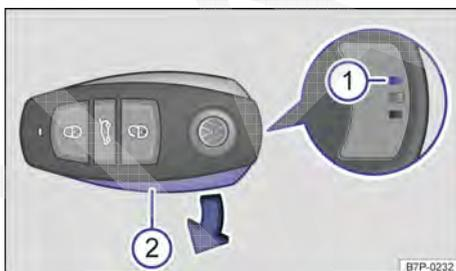
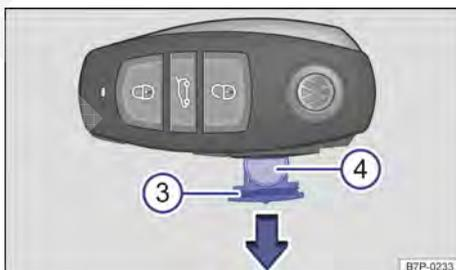

Fig. 69 Chave do veículo: abrir o alojamento da bateria.
Fig. 70 Chave do veículo: trocar célula tipo botão.
Legenda para Fig. 69 e Fig. 70:
- Introduzir um objeto adequado no entalhe esquerdo → Fig. 69 ① no lado de trás da chave do veículo até o batente pressioná-lo na direção do canto externo da chave do veículo.
- Remover a cobertura ② na direção da seta.
- Puxar o alojamento da bateria → Fig. 70 ③ para fora na direção da seta, tirando-o da chave do veículo.
- Retirar a pilha botão ④.
- Empurrar o alojamento da bateria com a pilha botão no sentido contrário ao da seta → Fig. 70 para dentro da chave do veículo.
- Inserir o lado estreito esquerdo da cobertura → Fig. 69 ② na chave do veículo e pressionar o lado direito largo até que a cobertura encaixe no lugar.